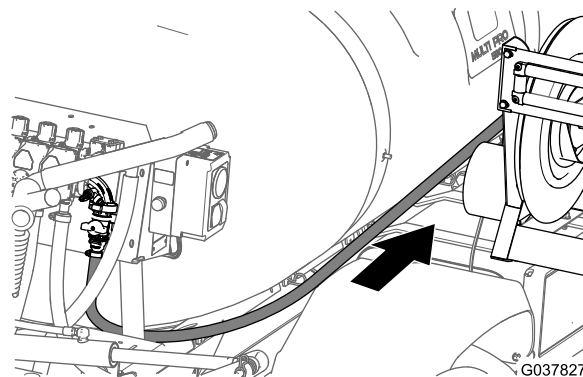

Figura 99
4. Disponete il flessibile di alimentazione in avanti lungo il serbatoio dell'irroratrice, verso l'avvolgitubo e fissate il flessibile al telaio del serbatoio con 3 fascette per cavi (Figura 99).